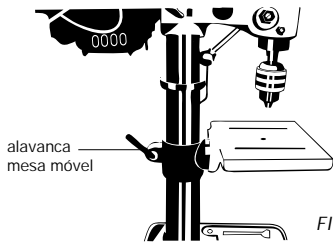

FIGURA 10
2. Quando a posição desejada for atingida, aperte firmemente o Alavanca da Mesa Móvel para que a mesa não mais se mova (Figura 10).